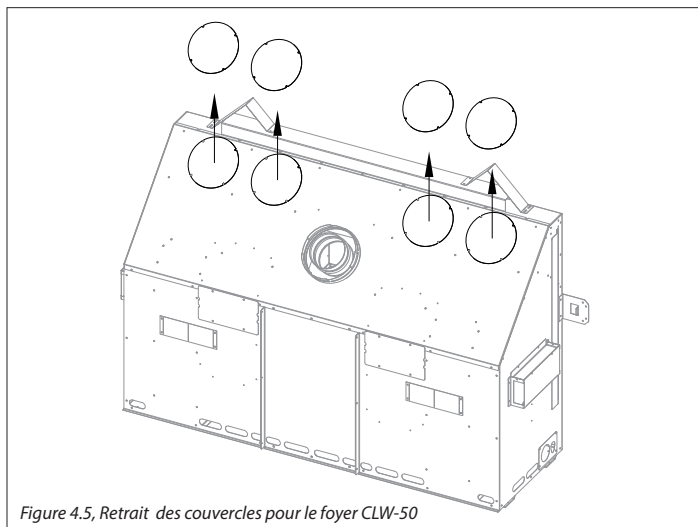

Figure 4.5, Retrait des couvercles pour le foyer CLW-50
1. **CLW-50** : Retirez les 4 couvercles situés sur le dessus incliné du foyer (4 vis par couvercle). Voir la Figure 4.5.